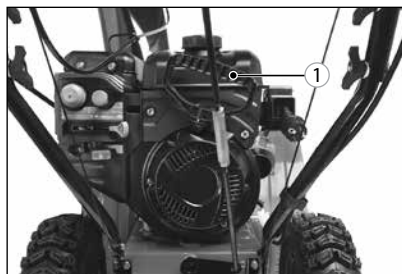

Рис. 24
12. Для запуска крепко возьмитесь за рукоятку ручного старта 1 и медленно потяните ее до появления ощутимого сопротивления. После чего энергично вытяните шнур на 50-80 см. Не бросайте рукоятку, плавно верните ее в исходное положение, позволив шнуру вернуться в барабан. Повторите действия, описанные в данном пункте, 2-3 раза до запуска двигателя (рис. 24).